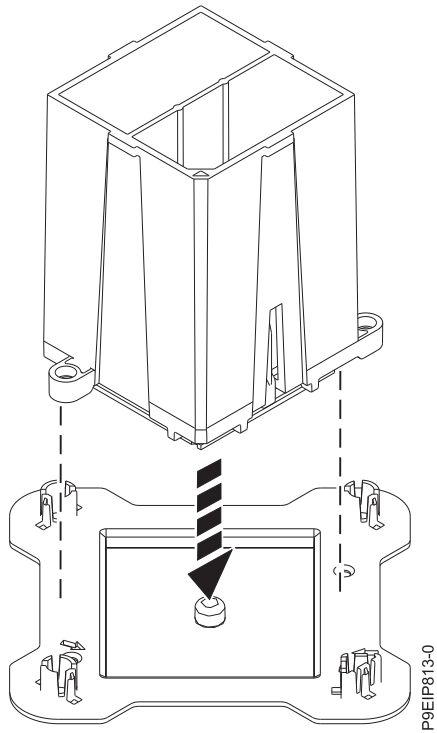

Figure 59. Positionnement du module du processeur système en biais sur le couvercle de l'emballage
10. Maintenez l'outil par son extrémité et soulevez-le ainsi que le module de processeur système hors du connecteur. Placez-les en biais sur le couvercle de l'emballage du module de processeur système, comme illustré dans la figure 59, à la page 61. Le fait de placer le module de processeur système en biais sur le couvercle de l'emballage du module de processeur système facilitera la prise et le positionnement dans l'emballage une fois que le module de processeur système aura été remplacé.